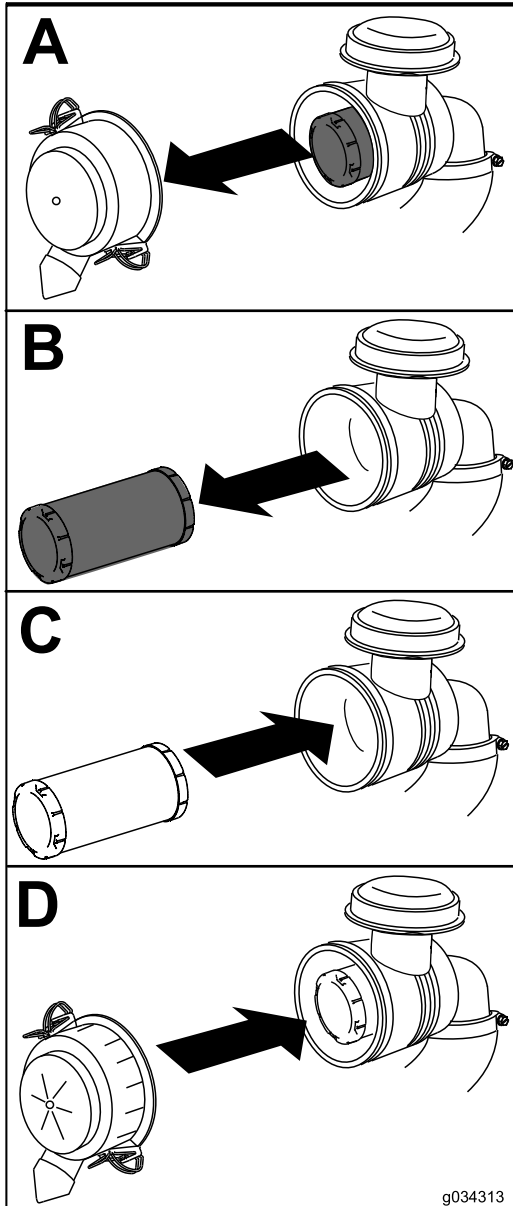

Figura 39
1. Deslize suavemente o filtro de ar para fora do corpo do filtro de ar (Figura 39).
4. Instale a cobertura do filtro de ar com o lado indicado como "UP" virado para cima e prenda o trinco (Figura 39).